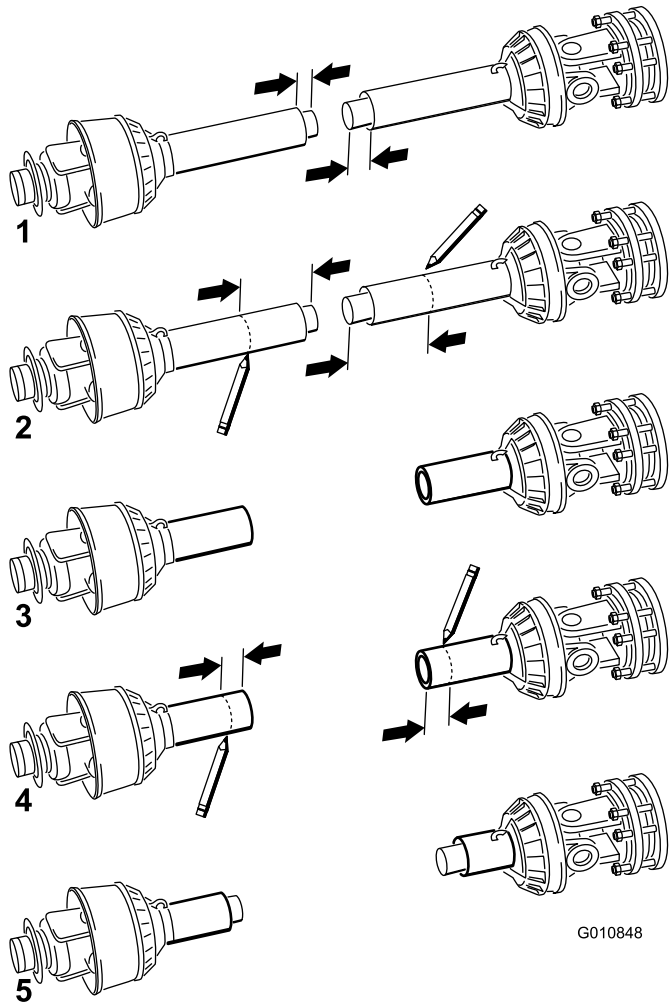

Bild 17
11. Trennen Sie die zwei Hälften der Zapfwelle (Bild 17, Bild 1).
12. Messen Sie den Abstand zwischen dem Ende jedes Rohrs und dem Sicherheitsschutzblech (Bild 17, Bild 1). Notieren Sie diese Werte.
13. Verwenden Sie die in Schritt 8 erhaltenen Werte, um den relevanten Teil des Schutzbleches und des Rohrs von jeder Zapfwellenhälfte zu ermitteln, zu markieren und abzuschneiden (Bild 17, Bild 2 und 3).
14. Verwenden Sie die in Schritt 11 erhaltenen Werte, um die relevanten Teile der Sicherheitsschutzbleche zu ermitteln, zu markieren und abzuschneiden, um die Rohre freizulegen Bild 17 - Bild 4 und 5.